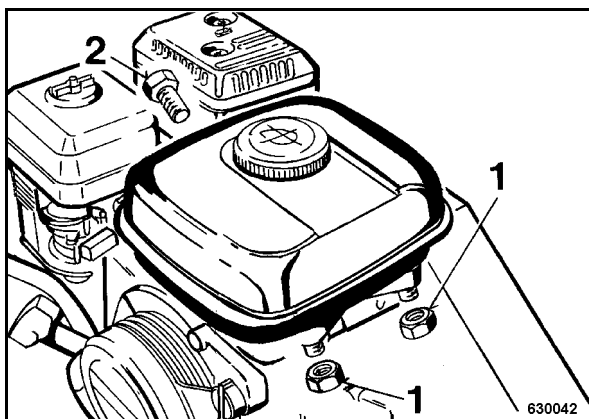

рис. 51
- Открутить шестигранные гайки 1 (рис. 51) и вывинтить винт с шестигранной головкой (2).